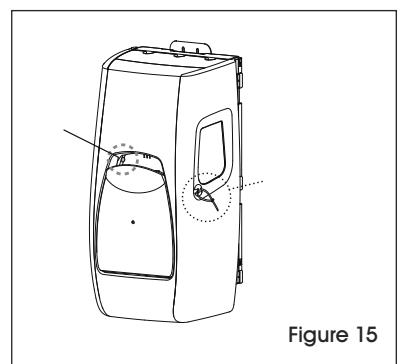

Figure 15
- Maintenez le bouton bleu enfoncé pendant 3 secondes jusqu'à ce qu'un signal sonore est émis pour désarmer le système d'alarme. (Voir Figure 15)
Pour éviter toute manipulation, une attache métallique peut être utilisée pour verrouiller les portes latérales. (Voir Figure 15)